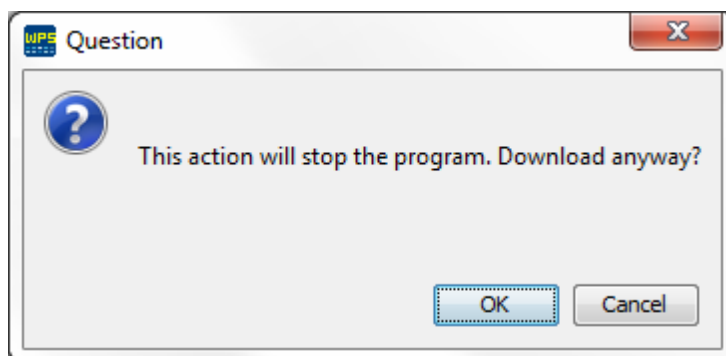
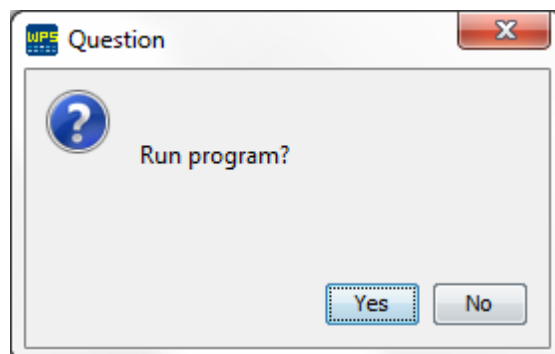

Figura 2 - Janela de aviso que o programa será parado
Figura 3 - Janela de pergunta executar o programa
- **Parar/Executar o programa automaticamente:** Desabilita as janelas de aviso de que o programa será parado (Figura 2) e a janela de pergunta se é desejado executar o programa (Figura 3).